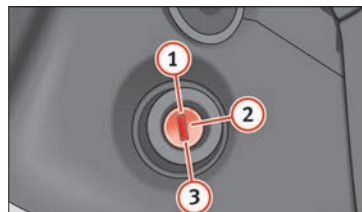

Fig. 172 Posiciones de la llave de contacto.
- Durante la marcha con el motor parado, la llave de encendido tiene que estar siempre en la posición  **fig. 172** **»** pág. 160 (encendido conectado). Esta posición se señaliza encendiéndose los testigos de control. De no respetar esta regla, podría producirse inespablemente el bloqueo de la dirección – ¡Peligro de accidente!
• El motor de arranque se puede accionar (posición de la llave en el encendido ③) » fig. 172 » pág. 160) sólo si el motor está parado. Al accionar el motor de arranque con el motor en movimiento, este puede sufrir daños.
- Pise el pedal del embrague a fondo y arranque el motor **③** » **fig. 172** » pág. 160, sin pisar el pedal de gas. Mantenga pulsado el pedal del embrague hasta que el motor no arranque.
- Suelte la llave de contacto en cuanto se ponga en marcha el motor. La llave vuelve a la posición **②**.
- Si al cabo de unos 10 segundos el motor no se pone en marcha, vuelva la llave a la posición **①**. Repita la acción transcurridos unos 30 segundos.
Pare el motor girando la llave del encendido hasta la posición **①** » **fig. 172** » pág. 160.